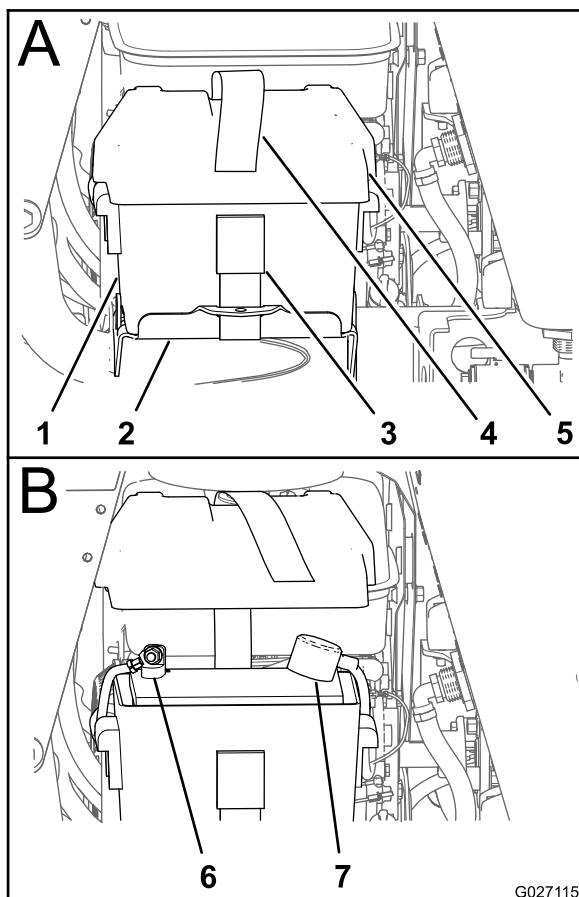

図 87
2. バッテリーストラップの自由端をバックルから外して、バッテリーボックスからカバーを外す 図 87。
5. プラスケーブルも外されていた場合には**プラス赤ケーブル**をバッテリーのプラス端子に接続し、その上からカバーを取り付ける 図 87。
7. バッテリーカバーをバッテリーボックスに合わせ、カバーとボックスをストラップでトレイに固定する 図 87。
2. バッテリーカバー 図 87を取り外す 2 バッテリー充電状態の確認 (ページ 60)を参照。
6. バッテリーカバーをバッテリーボックスに合わせ、カバーとボックスをストラップでトレイに固定する 図 87。